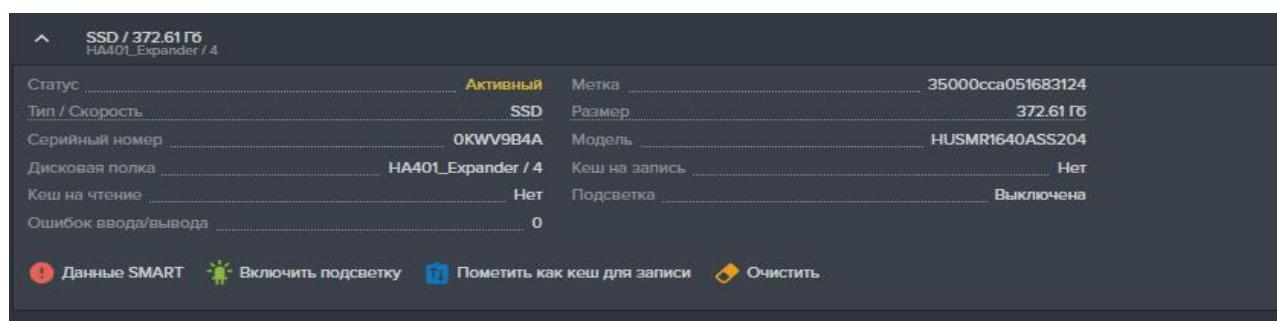

Рисунок 69. Панель свойств диска.
3. Нажмите на кнопку «**Пометить как кэш для записи**» (см. Рисунок 69).